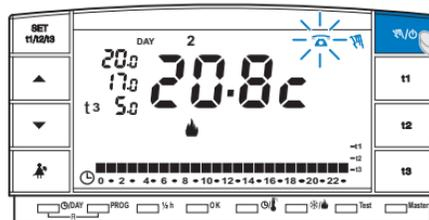

fig. 50
**En ouvrant le contact :** le chronothermostat se met en **fonctionnement manuel permanent** avec la température **t3 Absence** (exemple sur la fig. 50). L'écran affiche le symbole clignotant et « » fixe indiquant le forçage. Pour revenir au fonctionnement programmé, appuyer sur la touche « » du chronothermostat.